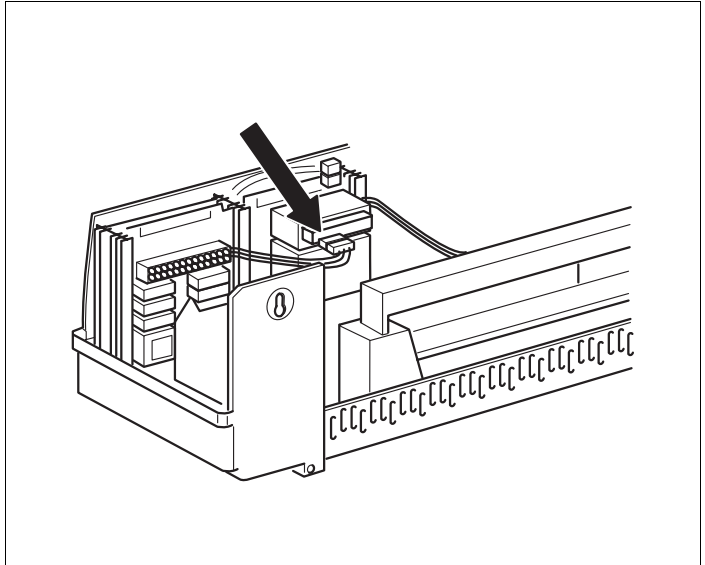

Fig. 16 Alimentazione di tensione a 230 V
- Inserire la spina di collegamento del modulo a 230 V nell'apposita posizione della morsettiera (per il collegamento del modulo all'alloggiamento 2, vedi freccia nella fig. 16).